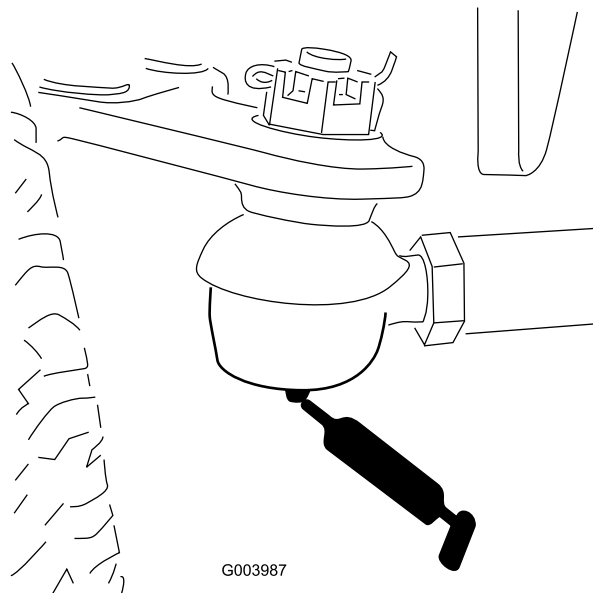

Рисунок 31
- Тяги заднего моста (2 шт.) (Рисунок 31)